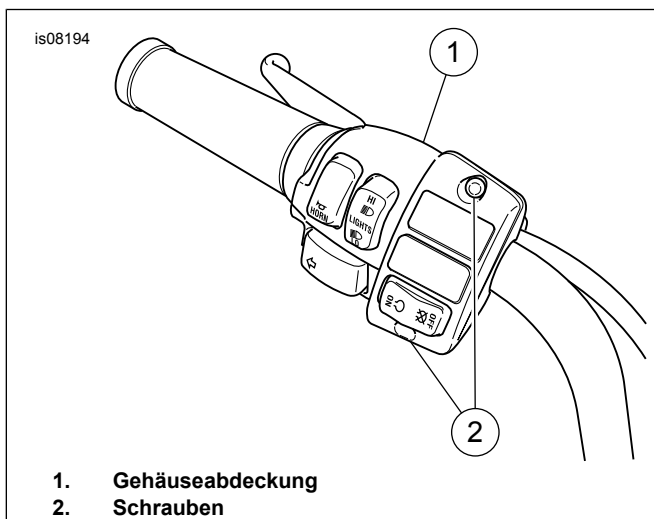

Abbildung 7. Gehäuseabdeckung einbauen
12. Siehe Abbildung 7. Die Gehäuseabdeckung mit zwei Halbrundkopfschrauben befestigen. Die Schrauben mit einem T-25 TORX-Steckschlüssel auf ein Drehmoment von 4–5 N·m (35–45 in·lb) anziehen.